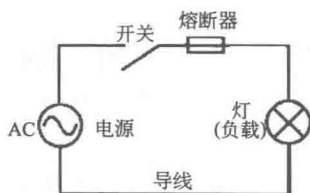

图 1-1 电路的基本组成
(1) 建筑电气工程图一般是采用统一的图形符号并加注文字符号而绘制出来，属于简图。由于构成建筑电气工程的设备、元件及线路很多，结构类型不一，安装方法各有不同，只有借助统一的图形符号与文字符号来表达才比较合适。因此，绘制、阅读建筑电气工程图，首先就要明确和熟悉这些图形符号所代表的内容和含义，以及它们间的相互关系。
(2) 任何电路都必须构成闭合回路。只有构成闭合回路，电流才能够流通，电气设备才可以正常工作，这也是判断电路图正误的最重要条件。一个电路一般包括4个基本要素：电源、用电设备、导线及开关控制设备，如图1-1所示。